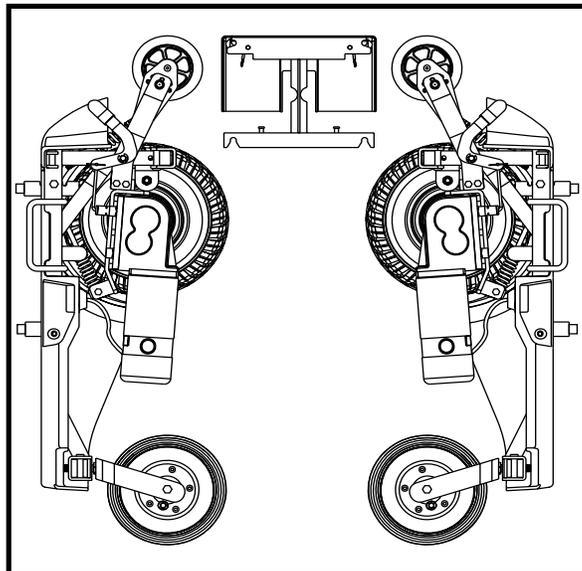

Figure 19. Position éléments de structure du cadre
1. Placez les trois éléments de structure tel qu'illustré à la figure 19.